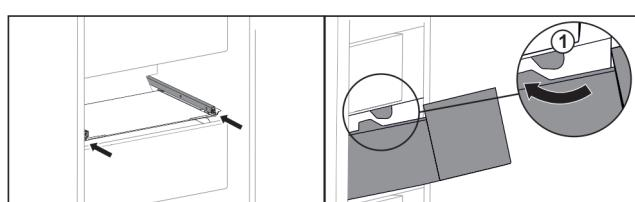

Fig. 45
► Обведите выдвижной ящик вокруг стопора Fig. 45 (1).